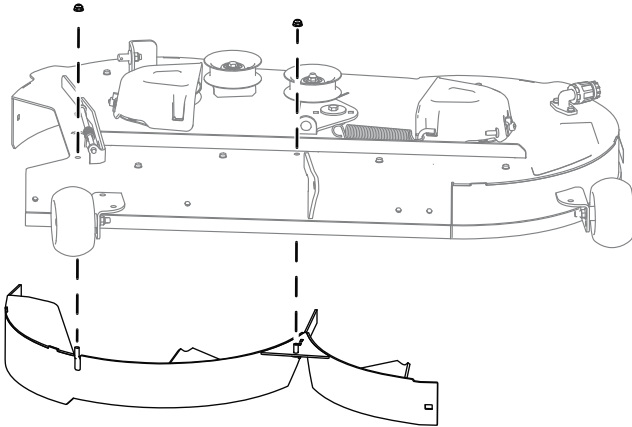

Figura 1
1. Instale el deflector en el lado derecho de la carcasa de corte con 2 tuercas con arandela prensada (5/16"), como se muestra en la Figura 1.